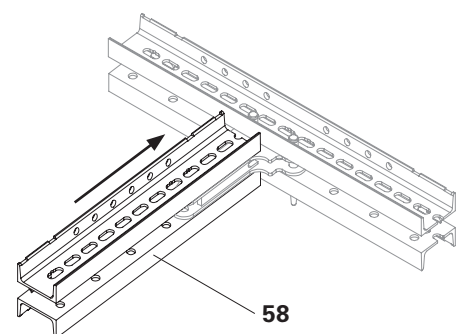

Fig. C2.01e
4. Spingere il corrente SRU U120, L = 0,72 m (58) sul lato lungo del connettore angolare SRU VARIOKIT (59). (Fig. C2.01e)